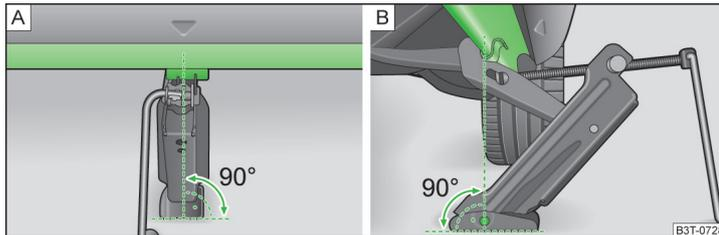

Abb. 179 Wagenheber ansetzen
- Den Wagenheber so ansetzen, dass die Klaue den Steg umfasst » Abb. 179 - [B].
- Die Grundplatte des Wagenhebers mit ihrer gesamten Fläche auf einem geraden Untergrund abstützen und sicherstellen, dass sich der Heber in senkrechter Position zur Stelle, an der die Klaue den Steg umfasst, befindet » Abb. 179 - [A].